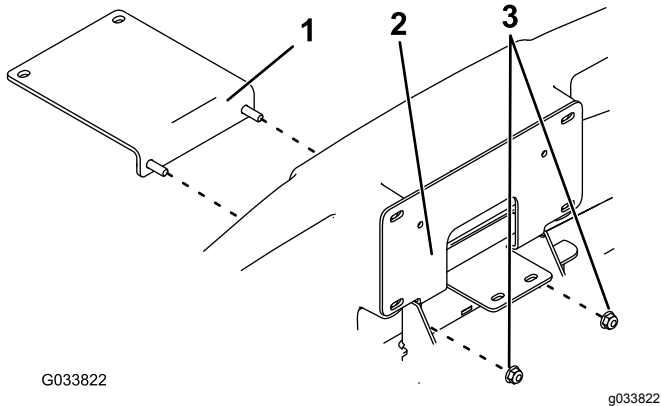

Figure 6
1. Insérez le support court supérieur du pare-broussaille dans le pare-chocs (Figure 6).
3. Fixez le support du pare-chocs avec 2 écrous (5/16 po), comme montré à la Figure 6.